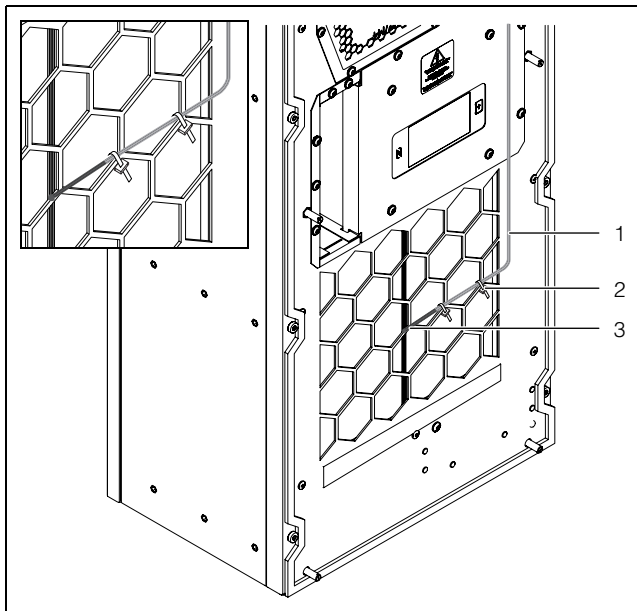

Imagen 43: Sensor térmico delante de la salida de aire frío (imagen de ejemplo)
- Sitúa el sensor térmico en el centro de la salida de aire frío del refrigerador (imagen 43).